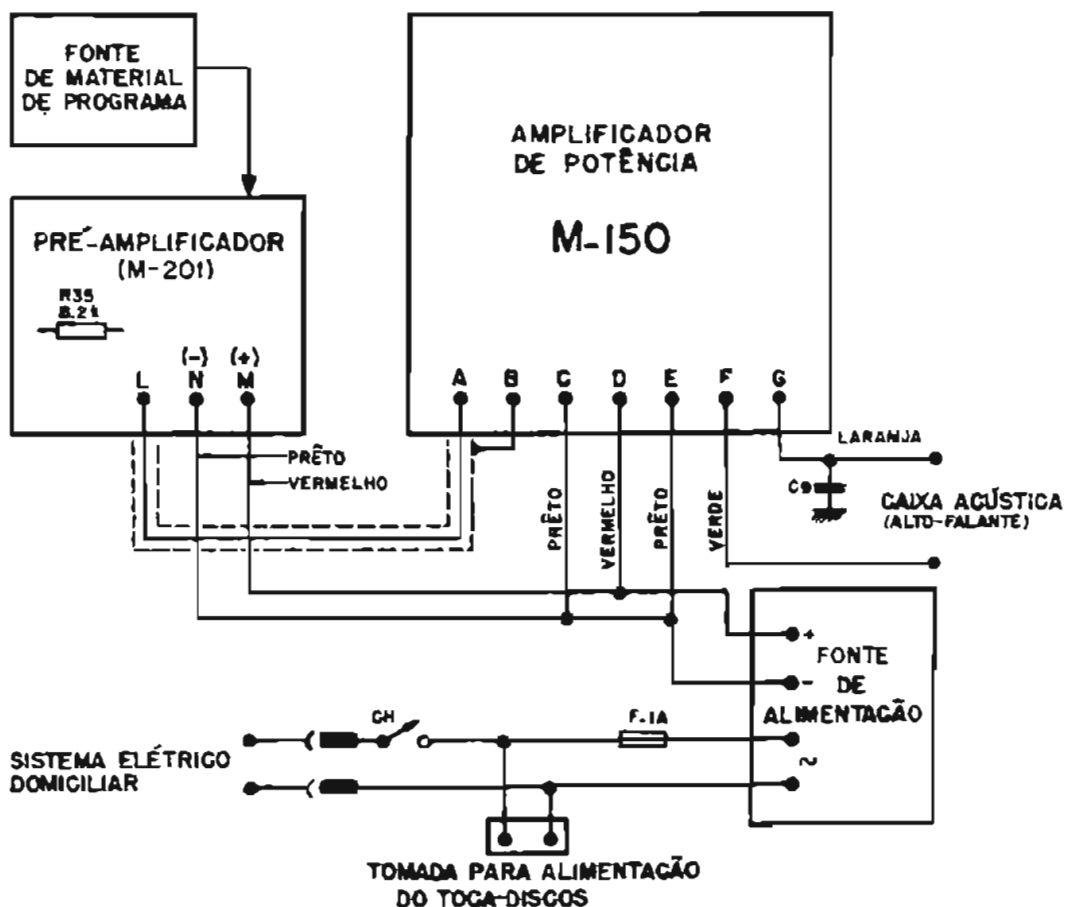

Figura 13 - Ligações do M-150 à fonte de alimentação e ao pré-amplificador.
- 8 - O módulo encontra-se agora em condições de funcionar, bastando para isso ligar a saída de um pré-amplificador aos pontos A e B e um alto-falante adequado aos pontos F e G (orientar-se pela figura 13 ou 14 e pelos itens C "Saída" e D "Entrada" do capítulo "Ligações Externas"). Retire o resistor usado durante os testes e ligue o ponto D diretamente ao polo positivo da fonte. Coloque um porta-fusíveis, com fusível de 1 A (ou 2 A para "stereo"), entre o interruptor e a ligação ao primário do transformador.